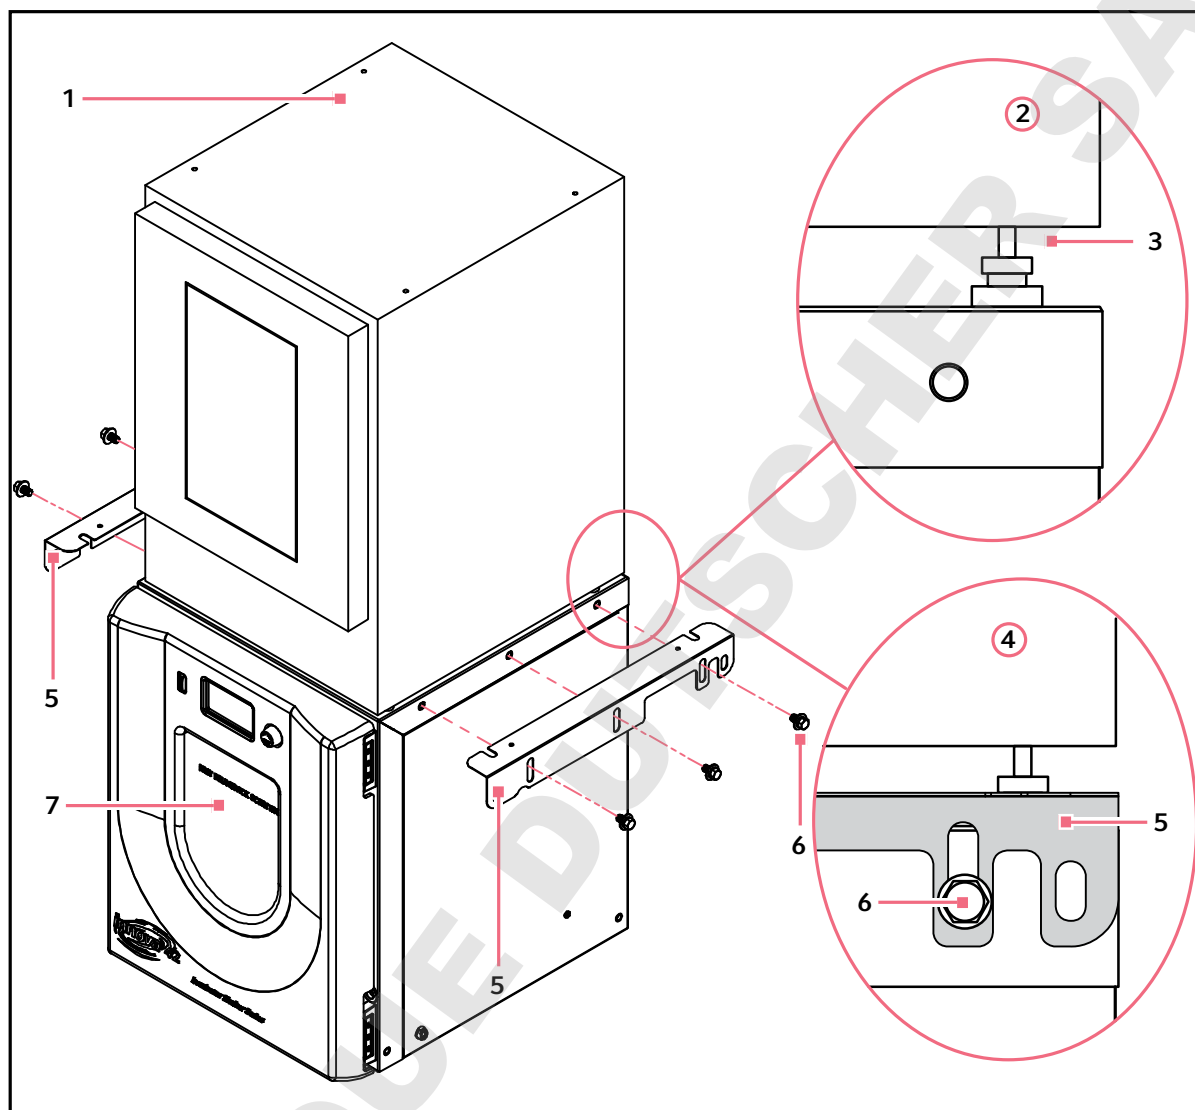

Fig. 4-10: Empiler un Innova 4200/4230 sur un Innova 42/42R
3. À l'aide d'un dispositif de levage, placez et centrez l'Innova 4200/4230 sur l'Innova 42/42R, tous les deux étant orientés dans la même direction, comme montré ci-dessous (voir Fig. 4-10 à la page 40).